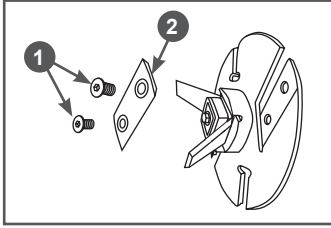

Рис. 21 Демонтаж плоского ножа
6. Открутите шестигранным ключом два винта 1 крепления плоского ножа 2, и снимите его (Рис. 21). Снимите второй нож.